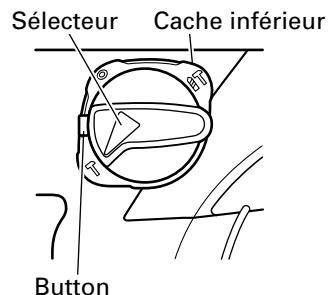

Fig. 7
- Aligner **▲** du levier de sélection sur **T** du support de levier comme indiqué sur la Fig. 7.